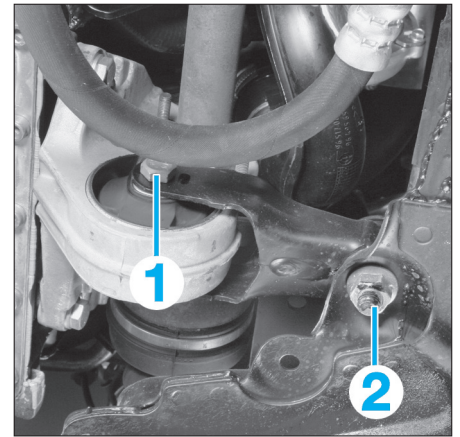

FIG. 13
- Déposer la fixation (1) de la biellette anticouple sur le support moteur arrière (Fig.13).
- les fixations (1) et (2) et ensuite la biellette anti-couple (Fig.13),